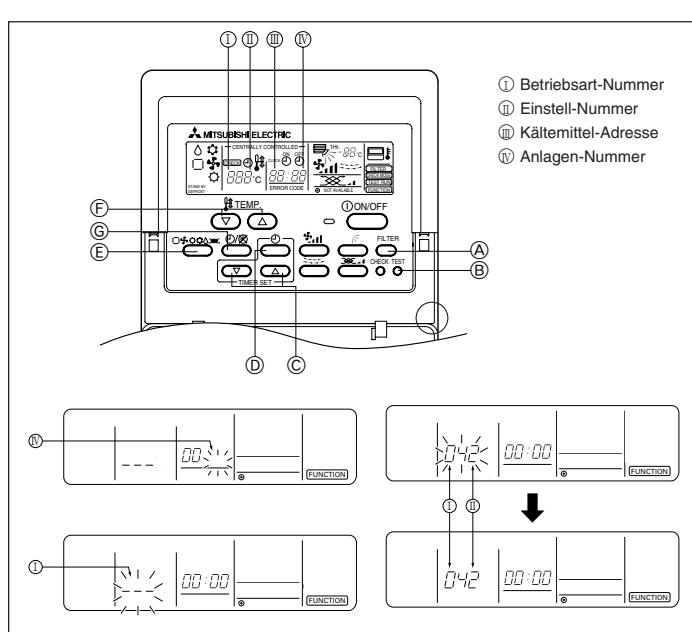

Fig. 6-5
6.3.1. Für die verdrahtete Fernbedienung (Fig. 6-5)